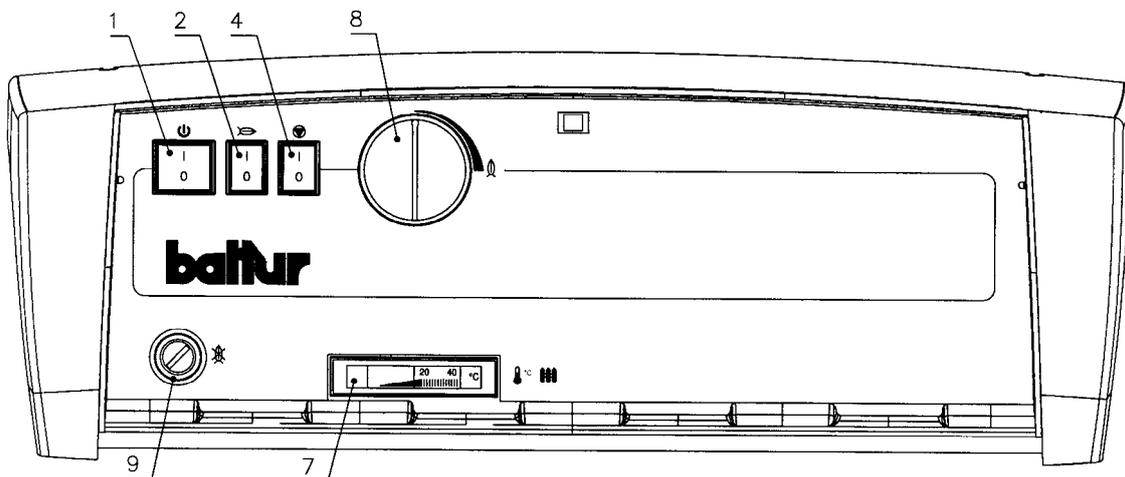

Рис. 5
## ПАНЕЛЬ УПРАВЛЕНИЯ КЛАПАН ДЛЯ ОТОПЛЕНИЯ ТОЛЬКО (Рис. 5)
**ВАЖНО: проверить, чтобы зазоры между форсункой горелки, минимальная длина 130 мм (L) и дверцей были заполнены теплоизолирующим материалом (Рис. 5).**